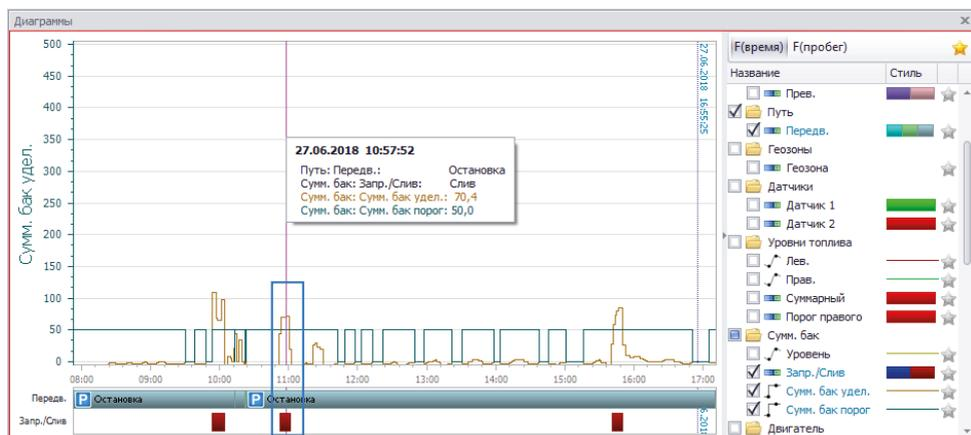

Рис.44. Удельный расход топлива превысил предел расхода.
- если предел понижения (см. график порога удельного расхода) ниже удельного расхода (см. график удельного расхода), то будет зафиксирован слив топлива при условии, что уровень топлива снизился на величину больше, чем Минимальное понижение (Рис.44);